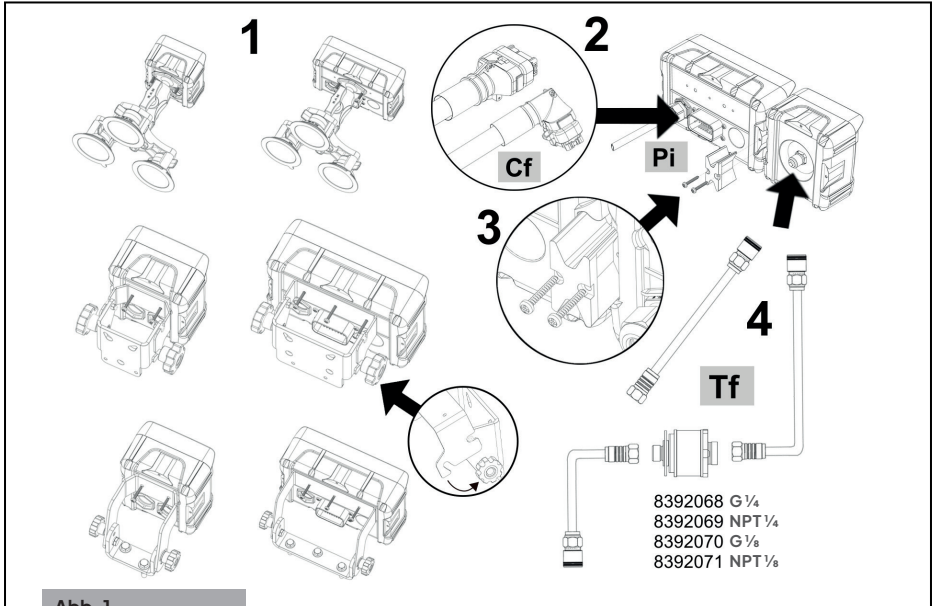

Abb. 1
Montage der Steuereinheit (Abb. 1)
Befestigen Sie die Steuereinheit mithilfe der Halterung in der Nähe des Fahrersitzes an einer sichtbaren und geschützten Stelle. Die Bedienelemente müssen leicht zugänglich sein und dürfen die Sicht auf den Fahrersitz nicht beeinträchtigen (1, Abb. 1).
Bei der großen Box verbinden Sie das Abschlusskabel **Cf** mit der Buchse **Pi** (2, Abbildung 1).
HINWEIS: Es ist möglich, das Hydraulik- und/oder Manometergehäuse mit den Spritzsteuerungsgehäusen zu kombinieren. Verwenden Sie den Kupplungsriegel für die Verbindung (3, Abbildung 1).
Anschluss an die optionale Box – Hydraulik und/oder Manometer (Abb. 1)
- Manometerkasten: Dichten Sie die Gewinde ordnungsgemäß ab und installieren Sie den Druckschlauchsatz vom Kasten zur Kontrollgruppe gemäß den Anweisungen des Herstellers (4, Abbildung 1) ;